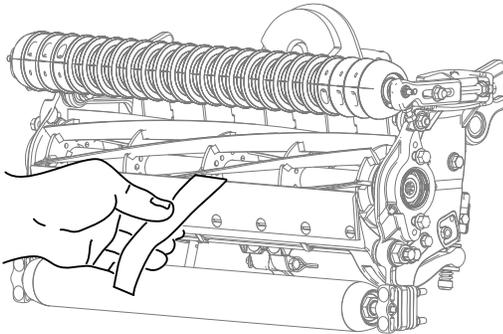

図 20
2. 切れ味確認用のペーパーToro P/N 125-5610を一枚、リールと下刃との間に、下刃に対して直角になるように差し入れて、カッティングユニットの切れ味をテストする(図 20)。ゆっくりとリールを前転させる紙が切れればOK。